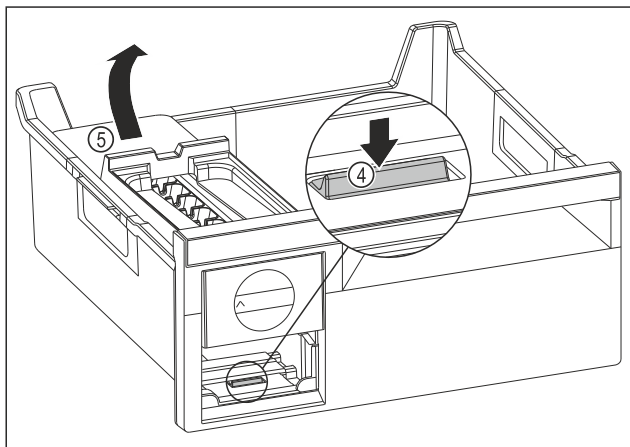

Fig. 166
- Extraer el cuerpo del EasyTwist-Ice: Presionar la lengüeta Fig. 166 (4) con los dedos hacia abajo subiendo al mismo tiempo por detrás con la otra mano el cuerpo del EasyTwist-Ice Fig. 166 (5).